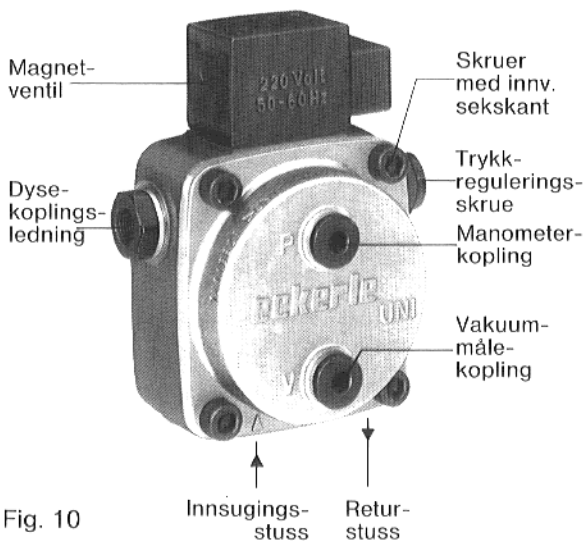

Fig. 10
3.2 Til rengjøring av oljepumpefilteret på Eckerle løses de fire skruene med innv. sekskant (fig. 10).